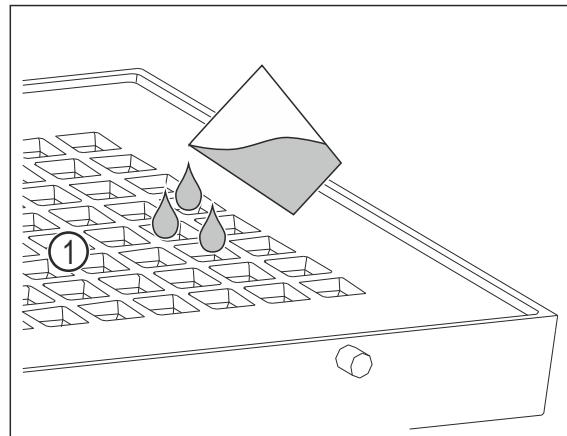

Fig. 109
- ▶ 通过盖板上的孔眼 Fig. 109 (1)注入最多 400 ml 水。